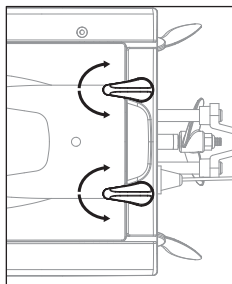
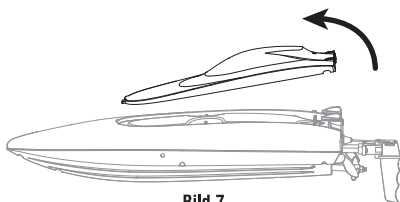

Bild 6
Bild 7
1. Drehen Sie die Verschlüsse am Rumpf nach links oder rechts (Bild 6), öffnen Sie dann die Kabinenabdeckung (Bild 7).